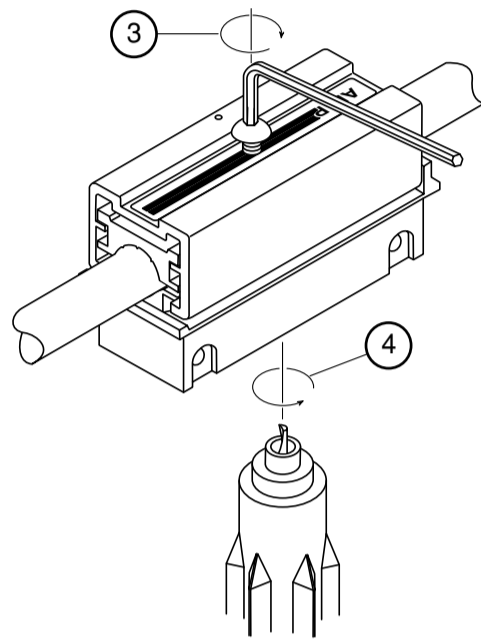
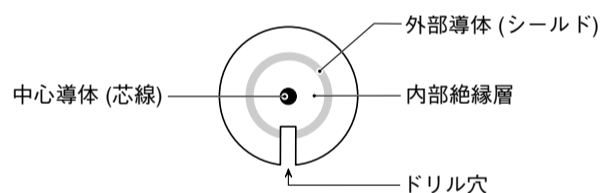

図4 タップ本体取り付けと穴開け
図5 ドリル穴(イエローケーブル断面図)
③ タップ本体とクランプをスライドさせて、イエローケーブルを挟み込み、締め付けねじを締めてください(図4)。シールド接点がケーブルに食い込み、ケーブルの外部導体(シールド)に接続されます。
④ タップ取付工具により穴開けを行います(図4)。タップのドリルは、ケーブルの外皮、外部導体を破り、内部の絶縁層まで届きます。但し、芯線には届きません(図5)。
⑤ タップ本体内部、ドリル穴に金属片、削りかすが残らないように払い落してください。ドリル穴がきれいな円筒形になっていることが重要です(図5)。